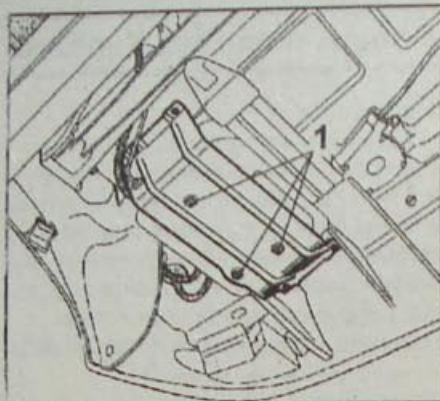

Рис. 11.14. Расположение болтов (1) крепления компрессора системы поддержания высоты кузова
- Ослабьте 3 болта (1, рис. 11.14) крепления компрессора.